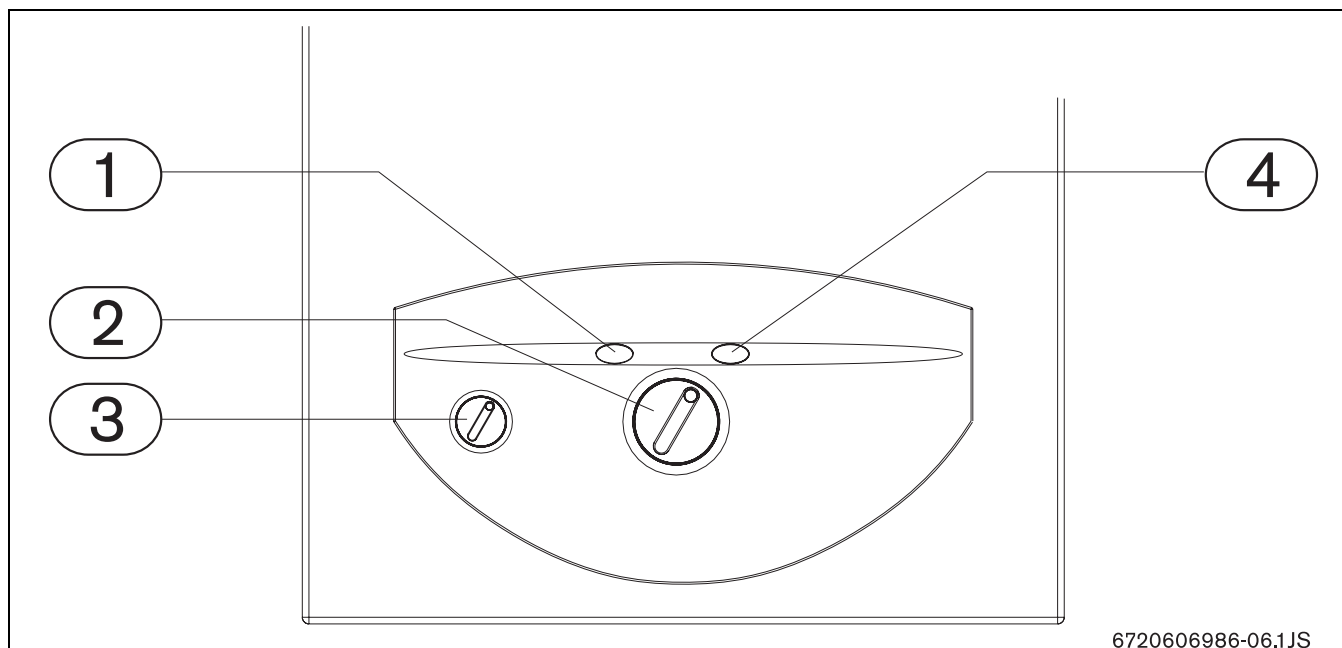

Fig. 4
Placer l'interrupteur général (Fig. 4, rep. 3) sur la position marche (I).
- Presser la touche de remise en service (touche 1, Fig. 4).
Cet appareil est pourvu d'un système de diagnostic des pannes. La détection de ces anomalies s'effectue au moyen d'un voyant lumineux (lumière rouge) apparaissant sur la touche de remise en service (Fig. 4, rep. 1). L'appareil ne se remet à fonctionner qu'une fois la panne résolue et après avoir appuyé sur la touche de remise en service.